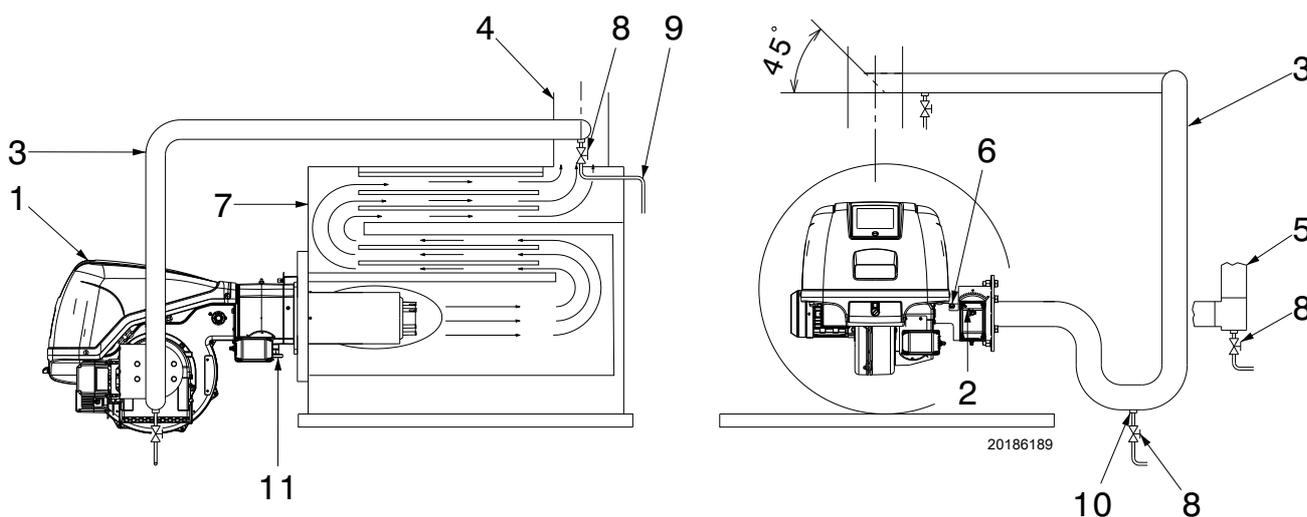

图 18
- 通常，管路与烟道连接如图 18 所示，其 45° 切割面正对烟气流且切割面中心位于烟道中心。
图例（图 18）
测试点 6) 处的燃气压力 (图 18) - mbar